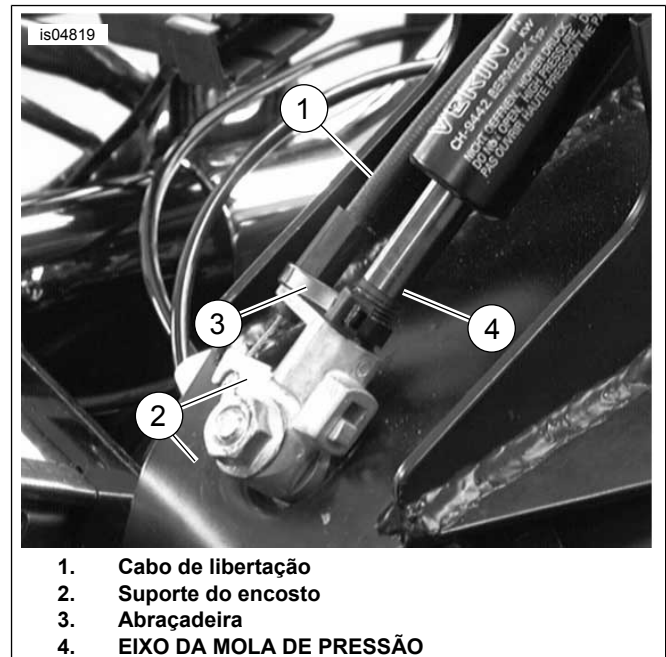

Figura 11. Fixe o cabo ao suporte do encosto
19. Ver Figura 11 . Fixe o cabo de libertação (1) no suporte de montagem do encosto (2), como indicado.
20. Fixe cuidadosamente o cabo no eixo da mola de pressão (4) com a correia do cabo incluída (3). Não aperte demasiadamente a cinta do cabo.